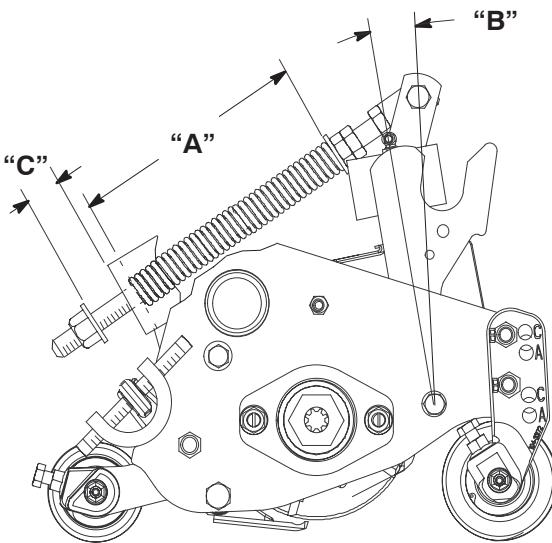

Figure 15
Le ressort de compensation (Fig. 15), qui réunit le bâti porteur et le plateau de coupe, commande le degré de rotation avant-arrière possible pour le plateau de coupe.
1. Serrez le contre-écrou à l'arrière de la tige de ressort jusqu'à obtenir un écartement (C) de **32 mm** entre l'arrière du support du ressort et l'avant de la rondelle (Fig. 15).
2. Serrez les écrous hex. sur l'extrémité avant de la tige de ressort jusqu'à ce que la longueur du ressort comprimé (A) soit égale à **159 mm** (Fig. 15).